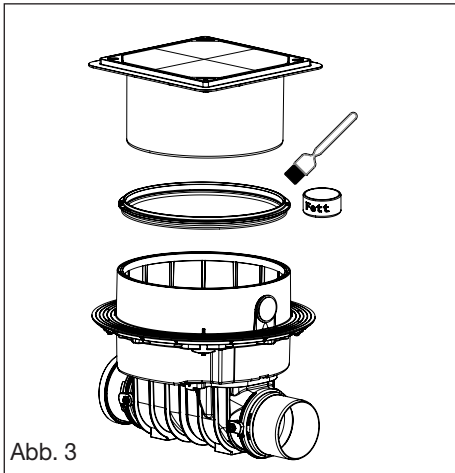

Abb. 3
C. Bauzeitstellung (Bild 3, teilweise geöffneter Betriebs- und Notverschluss)
Der Grundkörper des KESSEL-Staufix FKA ist waagrecht auszurichten (Abb. 1). Für den Anschluss der elektrischen Leitungen von Sonde und Antriebsmotor ist bauseits ein Kabelleerrohr (mind. DN 50, KESSEL empfiehlt 2 x 45°-Bögen) bis mind. auf Fertigfußbodenhöhe (siehe Abb. 2) zu verlegen und in die Kabeldurchführung im Zwischenstück des KESSEL-Staufix FKA einzuführen. Die beiliegende Profil-Lippendichtung in die Nut des Zwischenstückes einlegen und einfetten. Anschließend das Aufsatzstück montieren (Abb. 3). Durch das teleskopische Aufsatzstück kann der KESSEL-Staufix FKA stufenlos an die vorhandene Einbautiefe angepasst werden. Bodenneigungen bis zu 5° können ausgeglichen wer-